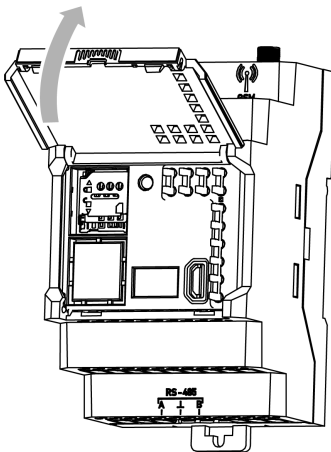

Рисунок 6.1 – Открытие крышки
1. Подцепив рифленую зону, открыть крышку (см. рисунок 6.1).